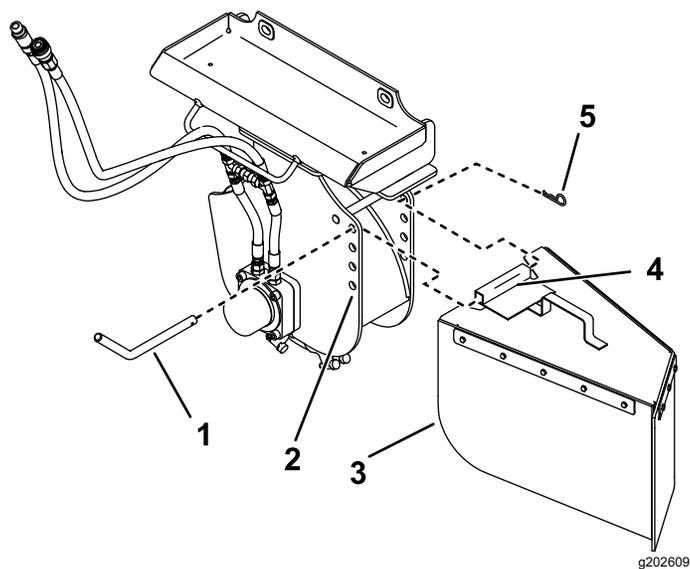

図 10
が 4 組あります 図 10。地表面近くで切り株を削る時
1. ガード上に取り付けチューブを位置決めするグラインダの2つの穴の間に合わせる 図 10。
2. グラインダと取り付けチューブの穴に、ガードピンを通す 図 10。
3. ヘアピンコッターでガードピンを固定する 図 10。